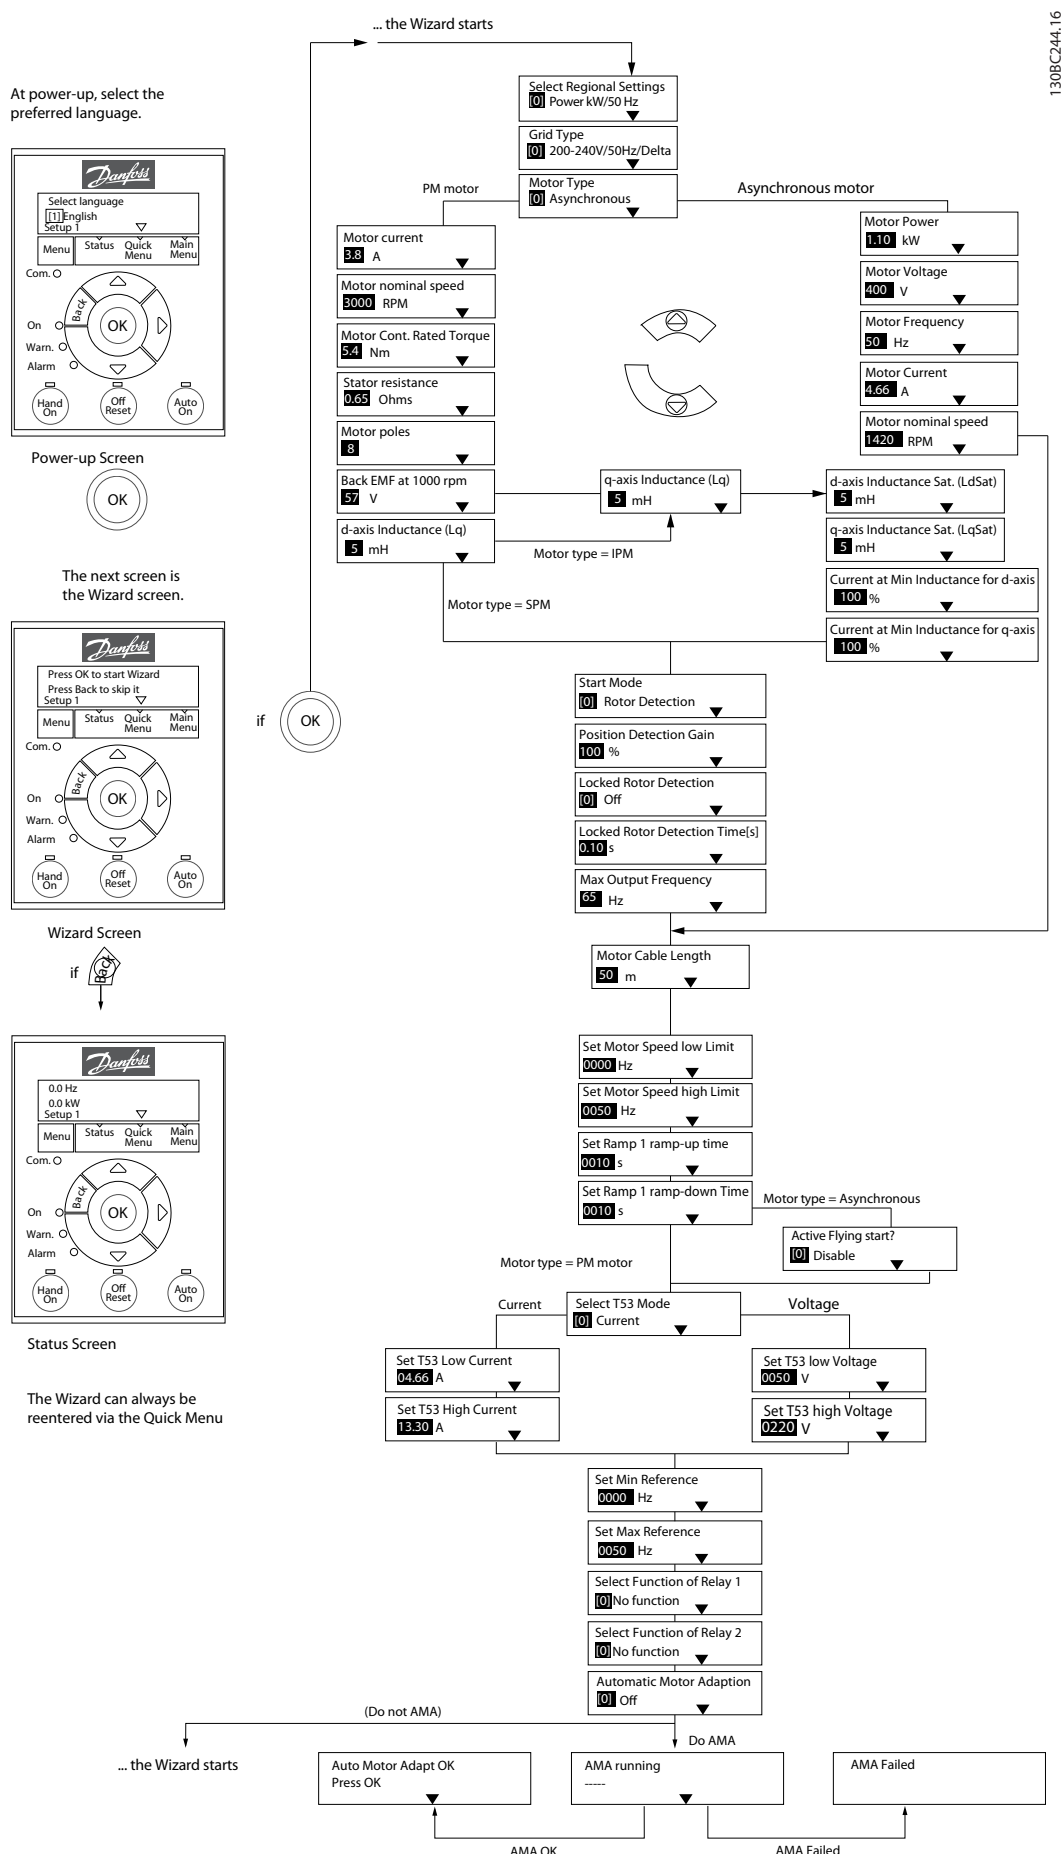

Рисунок 6.4 Мастер настройки параметров применений с разомкнутым контуром
- Мастер настройки параметров применений с разомкнутым контуром. Для получения дополнительной информации см. Рисунок 6.4.